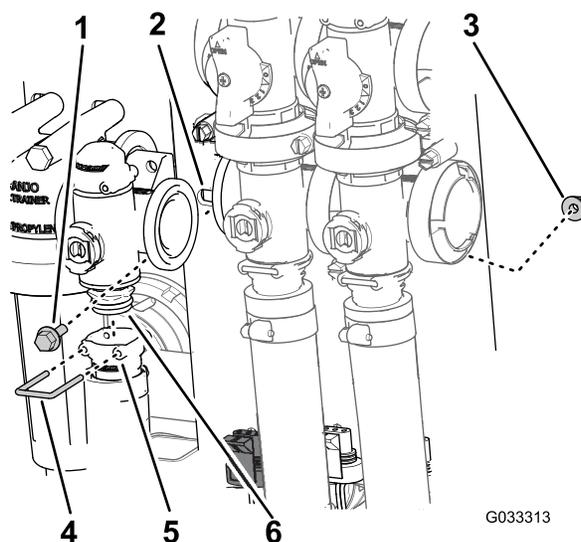

図 68
2. 散布量制御バルブ用のマニホールドに出口フィッティングを固定しているリテーナを外す 図 68。
3. 散布量制御バルブをバルブマウントに固定しているフランジヘッドボルト2本とフランジロックナット2個を外してバルブマニホールドを機体から取り外す 図 68。